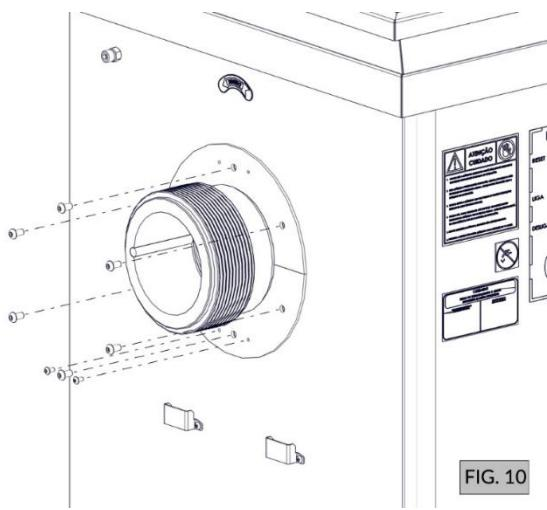
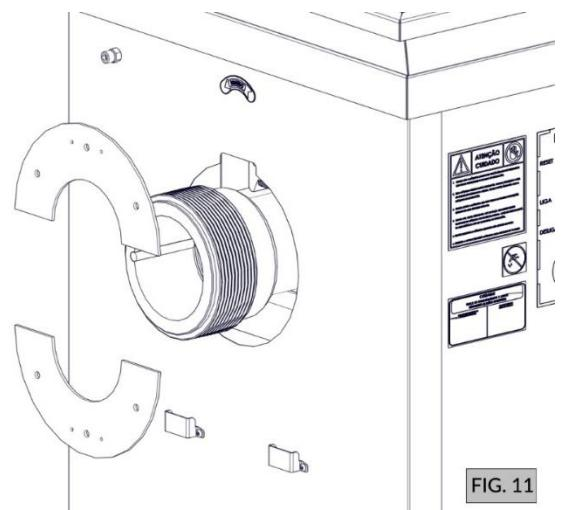

FIG. 10
FIG. 11
- 6.** Solte os parafusos da meia-lua do bocal (FIG. 10) e retire as duas partes (FIG. 11);